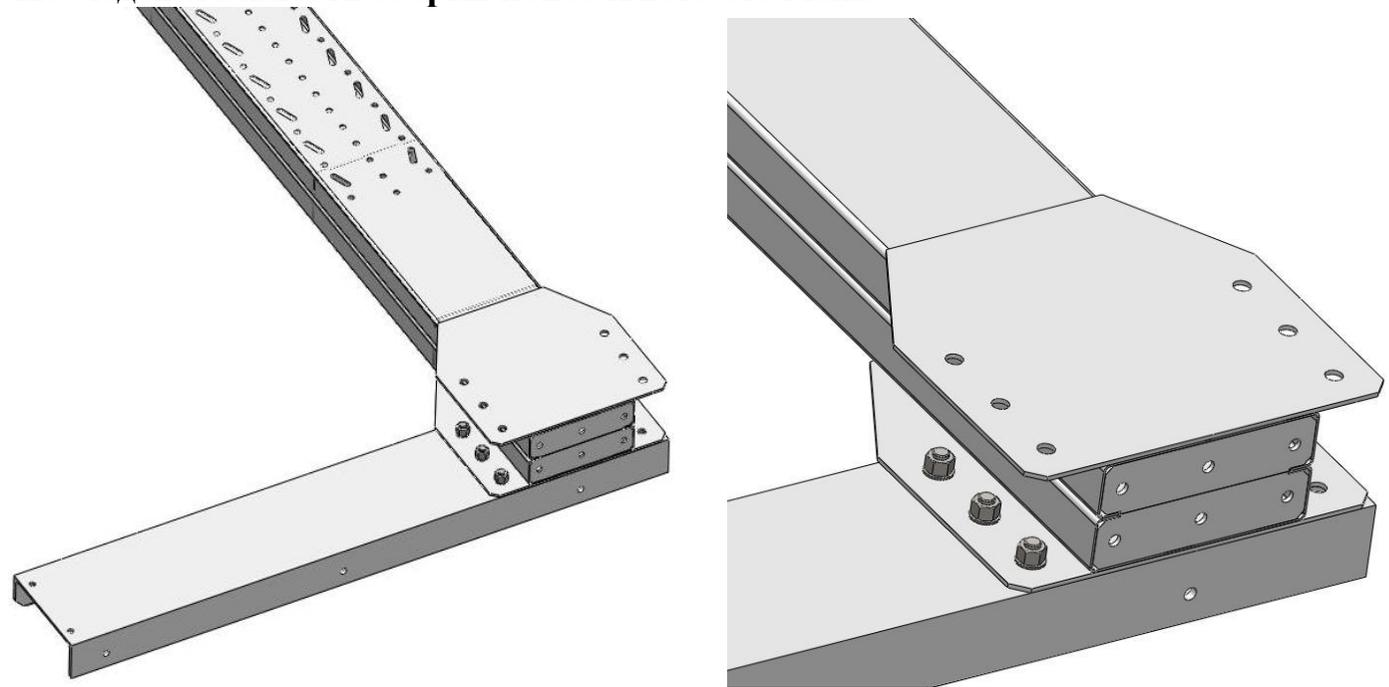

Рисунок 3
1. Расположить одну часть основания поз. 5 или 6 (таблица 1) и стойку поз. 9...15 (таблица 1) горизонтально, закрепить их входящим в комплект болтами M20×50, гайками M20 и шайбами 20 (рисунок 3).